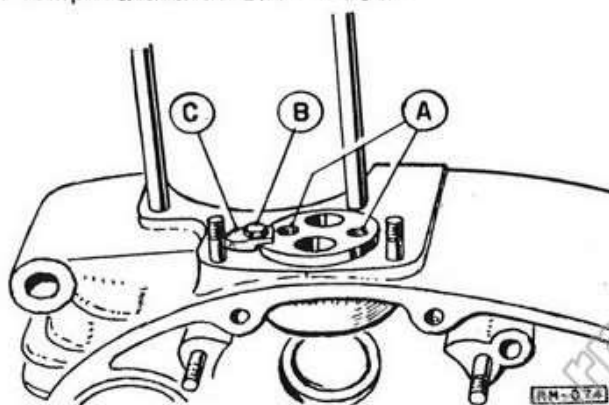

Fig. 74 - Guida delle punterie
Se fosse necessario sostituire la guida delle punterie (fig. 74), questa va tolta mediante apposito estrattore da impegnare nei due fori (A) filettati 10 MA, dopo aver naturalmente svitato la vite (B) e tolto la staffa di ritegno (C).